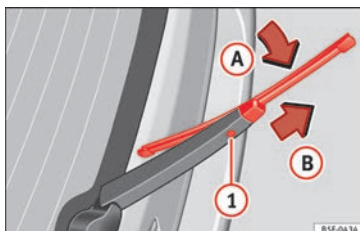

Fig. 83 Cambio de la escobilla de la luneta trasera.
- Rote la escobilla ligeramente » **fig. 83** (flecha **A**).